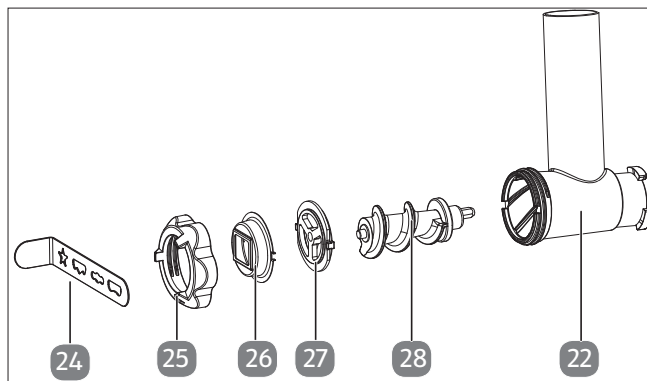

Fig. 21 – Accessori per biscotti
1. Per la realizzazione di biscotti con l'impasto per biscotti, montare in sequenza il supporto e la trafilatura per biscotti nonché la guida elicoidale per trafilatura per biscotti come mostrato (vedere Fig. 21).